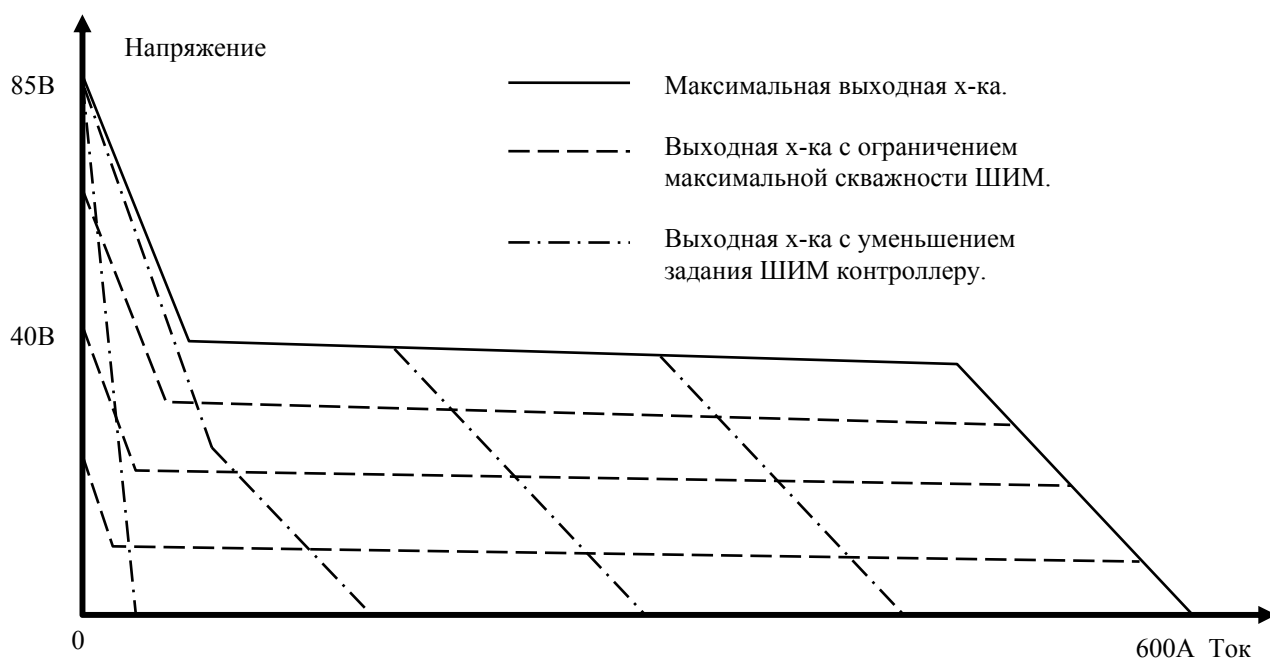

Рис. 8. Семейство собственных выходных характеристик источника.
2.5.21. Семейство собственных выходных характеристик источника приведено на Рис. 8. Эти выходные характеристики получены при постоянном задании ШИМ контроллеру и ограничении максимальной скважности ШИМ.